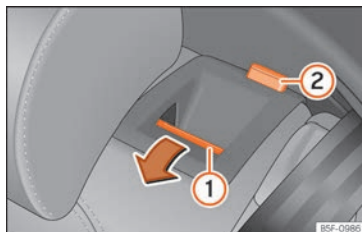

Abb. 112 Rück Sitz: Rückenlehne vorklappen.
- Entriegelungstaste »» Abb. 112 ① nach vorn ziehen und gleichzeitig die Rückenlehne umklappen. Die Rück Sitzlehne ist entriegelt, wenn die rote Markierung des Tasters ② sichtbar ist.